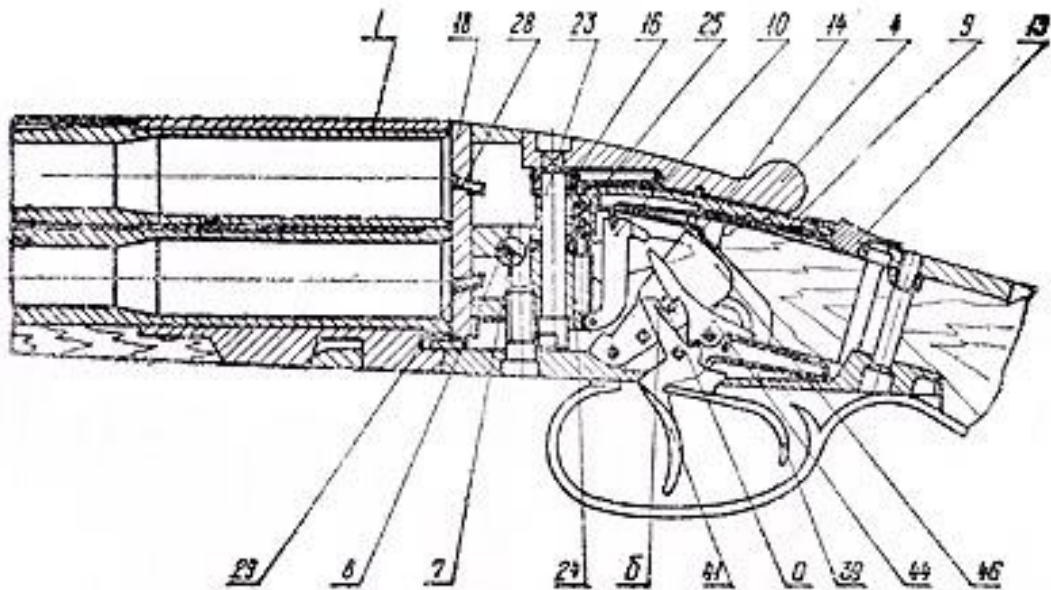

Рис. 1. Схема механизмов ружья ТОЗ-34 (стволы закрыты);
5.2. Взаимодействие деталей при открывании стволов (рис. 1 и 2).
5.2.2. В ружье ТОЗ-34Е (рис. 1 и 2) взаимодействие деталей при открывании стволов аналогично взаимодействию деталей ружья ТОЗ-34.
5.3. Взаимодействие деталей при закрывании стволов (рис. 1 и 2).
5.4. Взаимодействие деталей при включении предохранителя (рис. 1 и 2).
5.5. Взаимодействие деталей при производстве выстрела (рис. 1 и 2).
5.6. Взаимодействие деталей при перехватывании курков (рис. 1 и 2).